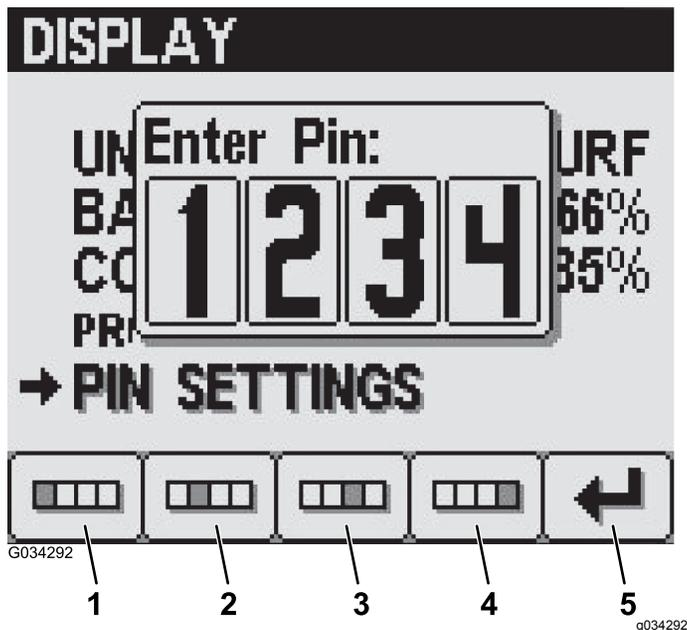

Figura 32
2. Inserite il vostro PIN a 4 cifre utilizzando i pulsanti da 1 a 4 e premete il pulsante 5 per inserire il PIN nell'InfoCenter (Figura 32).
4. Nella schermata Inserisci PIN precedente, inserite il vostro PIN precedente utilizzando i pulsanti da 1 a 4, e premete il pulsante 5 per inserire il PIN nell'InfoCenter (Figura 32).